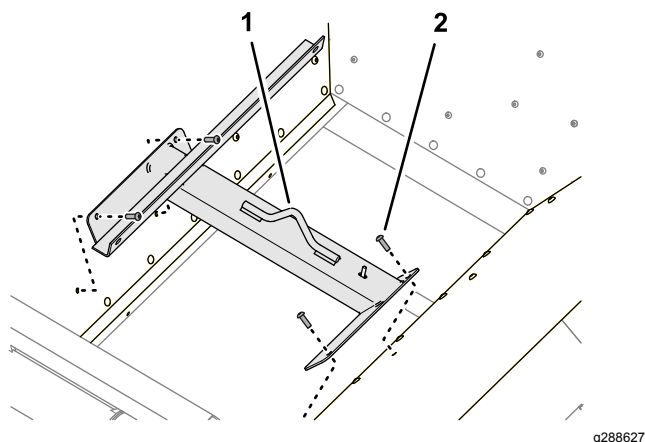

Figura 29
1. Rimuovete le 4 viti a testa tonda che assicurano la staffa di sollevamento alla parete della tramoggia (Figura 29).
2. Montate le viti a testa tonda nella parete della tramoggia e serrate le viti (Figura 29).